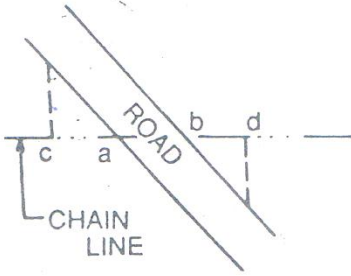

Fig. 2.12
- کله چې سرک د شرید خط په مايل ډول باندې قطع کړي د تقاطع د نقاطو فاصلې پيدا د اشته کېږي a.b او کم ترکمه يو افست يې په دواړه طرفونو د تقاطع د نقاطو کې اخستل کېږي او نور افستونه د سرک د نوعيت پوري اړه لري او دلته عمودي افستونه c,d اخستل کېږي. fig 2.12 شکل مطابق